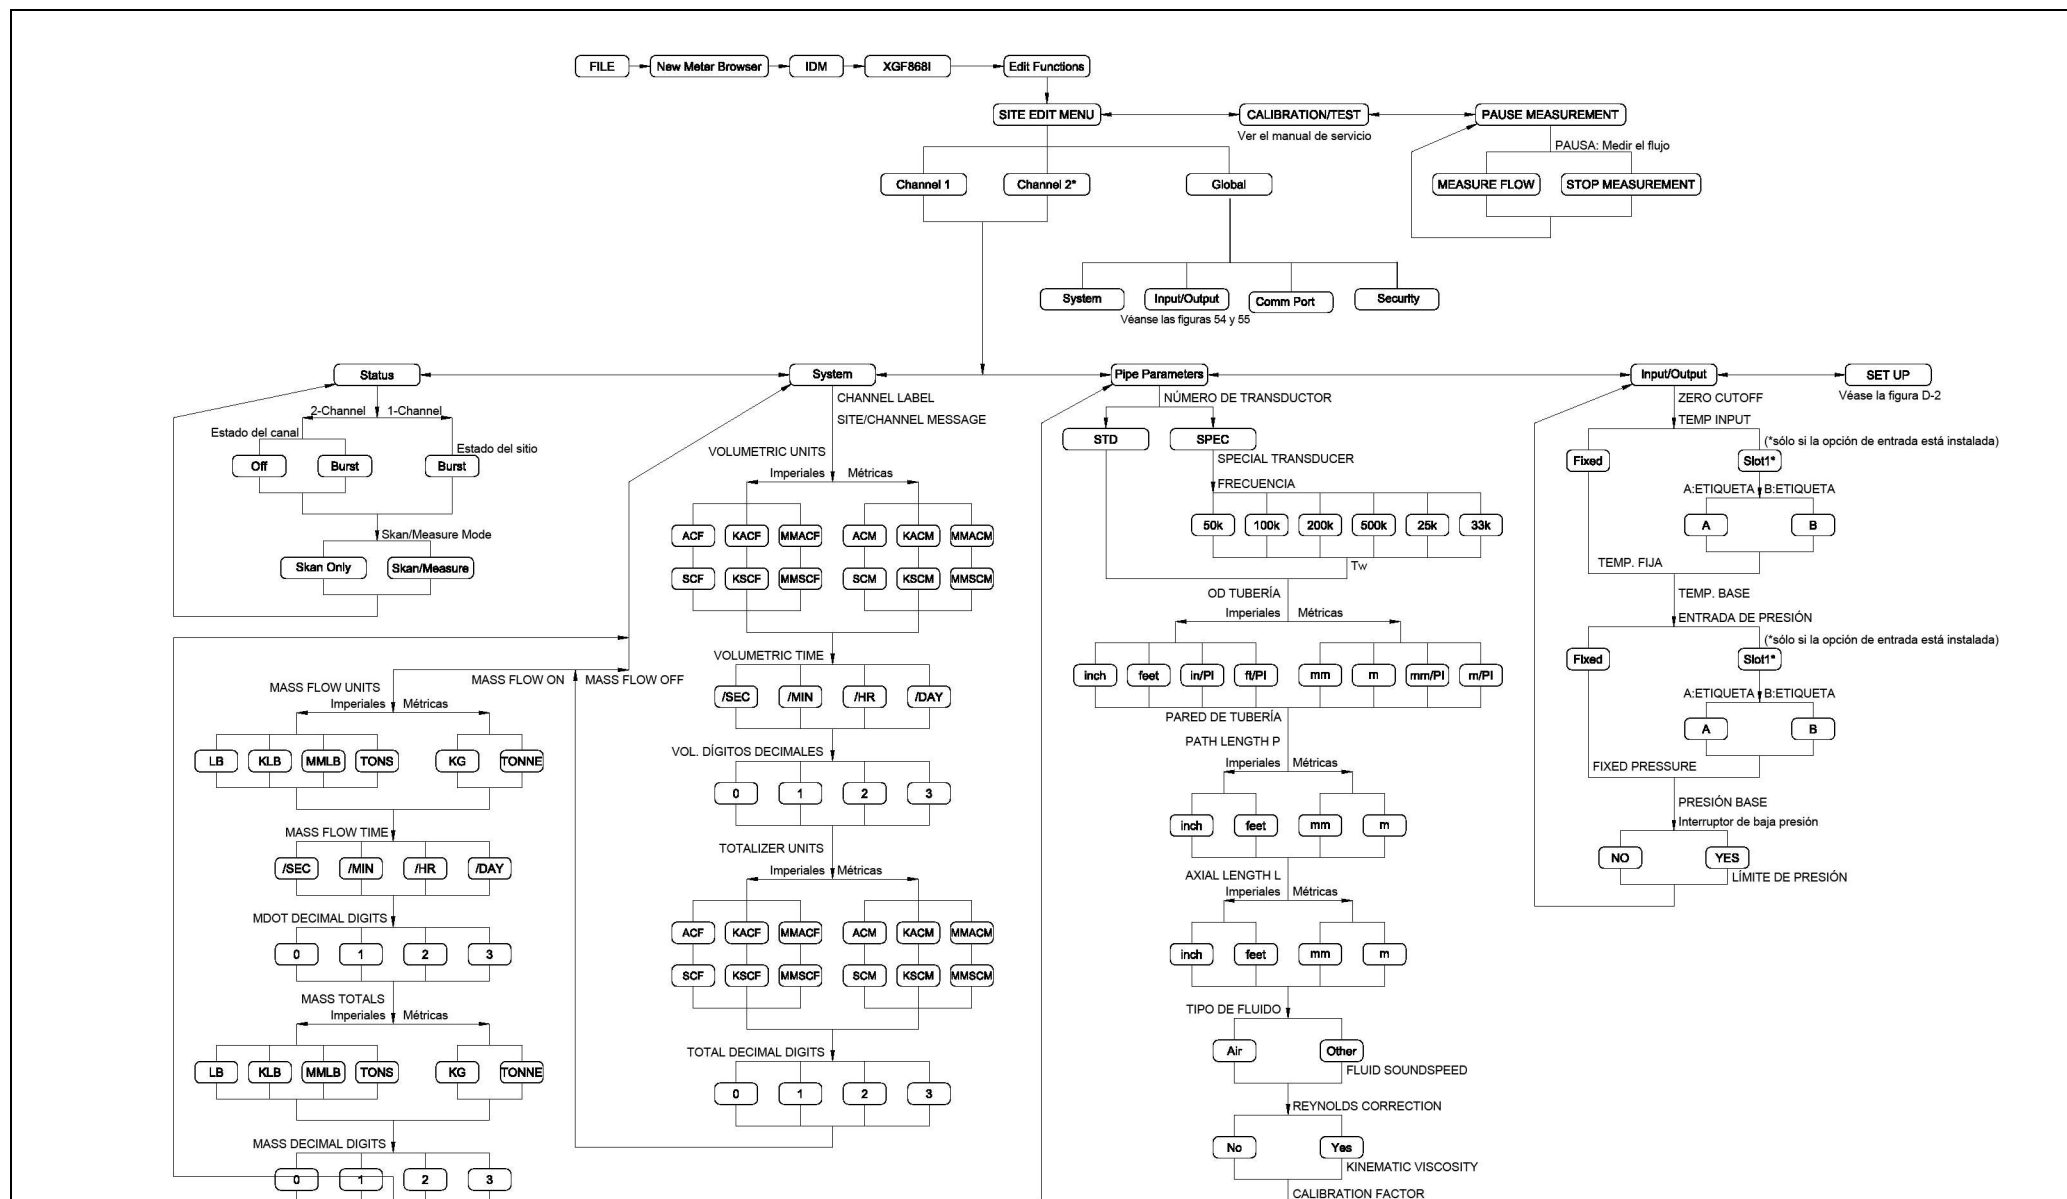

Figura 55: PanaView PROG > Chx > Menús ACTIV, SYSTM, PIPE & I/O
- Figura 55, “PanaView PROG > CHx > Menús ACTIV, SYSTM, PIPE & I/O”, en la página 107